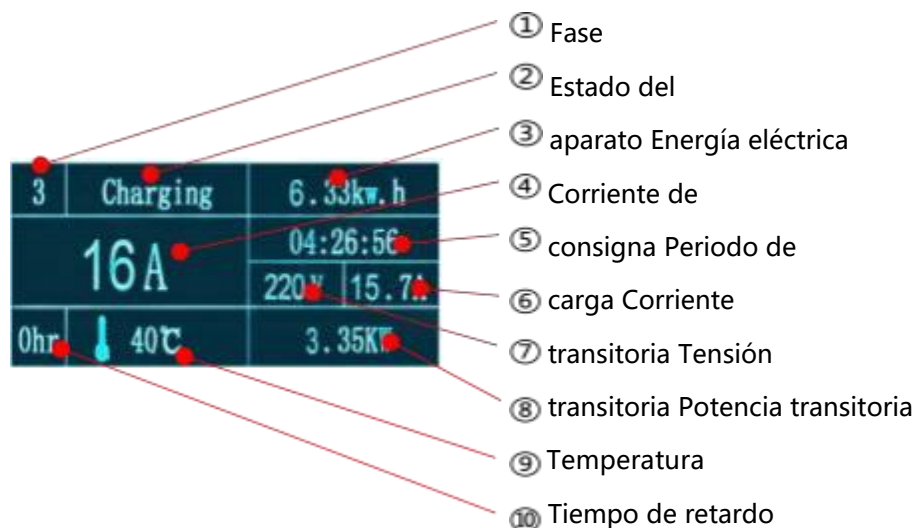

Figura 3 Interfaz de visualización
Cuando el IC-CPD funciona incorrectamente, los parámetros correspondientes (es decir, ①Fase, ⑦Tensión transitoria, ⑨Temperatura de la figura 3) en la interfaz del OLED parpadearán (es decir, mensaje de advertencia) .